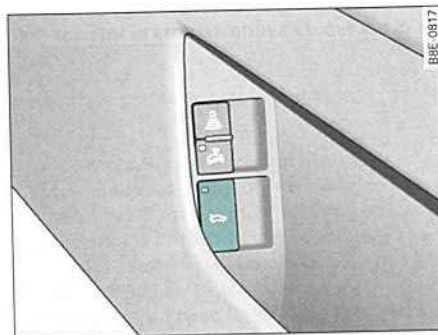

Fig. 51 Puerta del conductor: Desbloquear el portón trasero
- Pulse la tecla central  en la llave de control remoto o la tecla*  en la puerta del conductor ⇒ *página 58*, fig. 51. El portón trasero se abre.